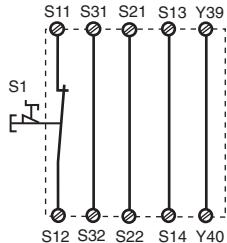

Fig. 2: Eingangskreis einkanalig, automatischer Start/Single-channel input circuit, automatic reset/Commande par 1 canal, validation automatique
In Fig. 2 ... Fig. 10 sind Anschlussbeispiele für Not-Halt-Beschaltung mit automatischem und überwachtem Start, Schutztürsteuerungen sowie Kontaktvervielfachung durch externe Schütze dargestellt.
- Fig. 2 und 7: **keine** Verbindung S33-S34
In Fig. 2 ... Fig. 10 are connection examples for Emergency Stop wiring with automatic and monitored reset. Safety gate controls as well as contact expansion via external contactors.
- Fig. 2 and 7: S33-S34 **not** connected
Les figures 2 à 10 représentent les différents câblages possibles du PNOZ XV2 à savoir : poussoir AU avec réarmement automatique ou auto-contrôlé, interrupteurs de position et augmentation du nombre des contacts de sécurité par contacteurs externes.
- Fig. 2 et 7: **pas** de câblage sur S33-S34